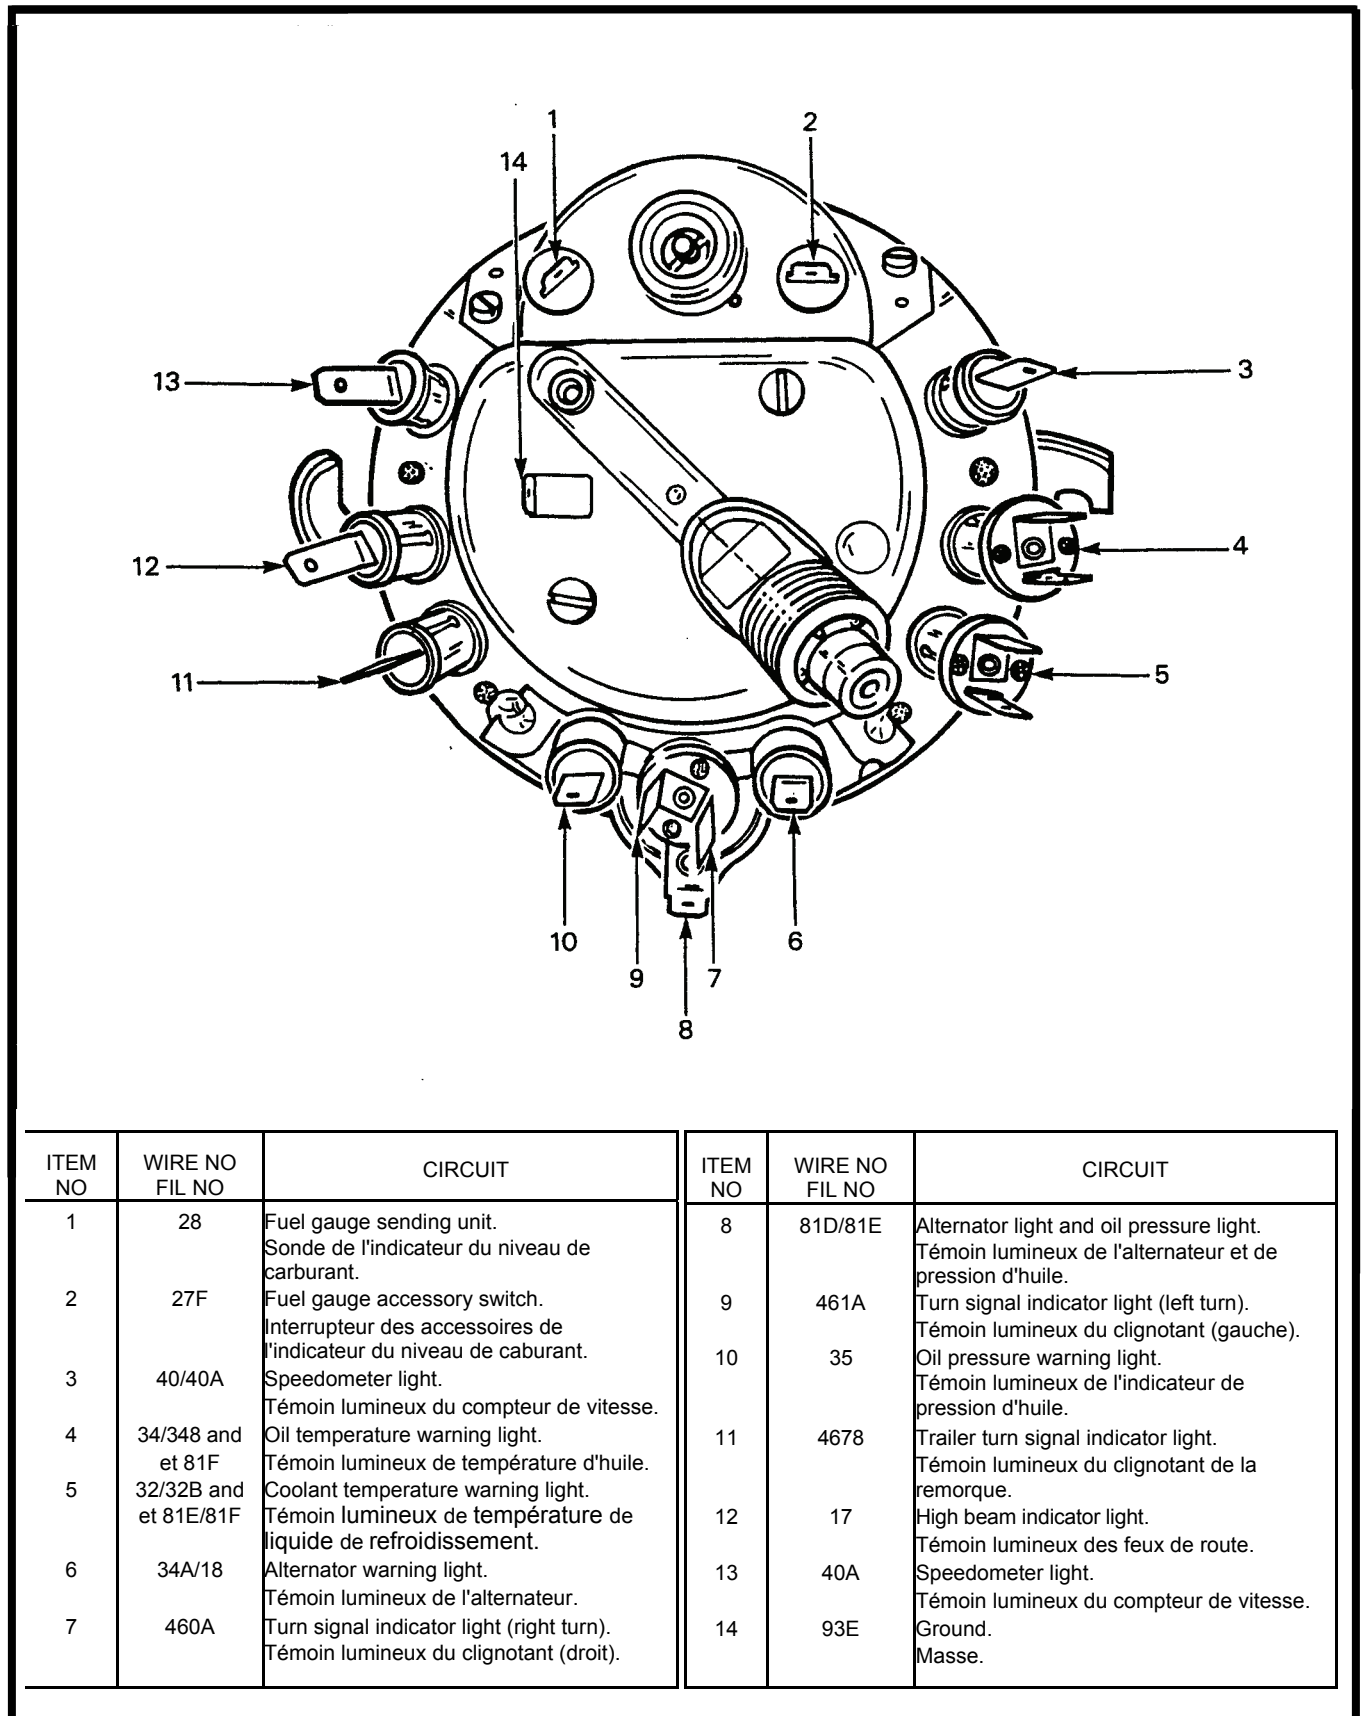

Figure 6-2-8 Speedometer Head Electrical Terminals
- b. Connect the electrical wires to the correct terminals (see Figure 6-2-8).
- b. Brancher les fils électriques aux bornes appropriées (voir figure 6-2-8).